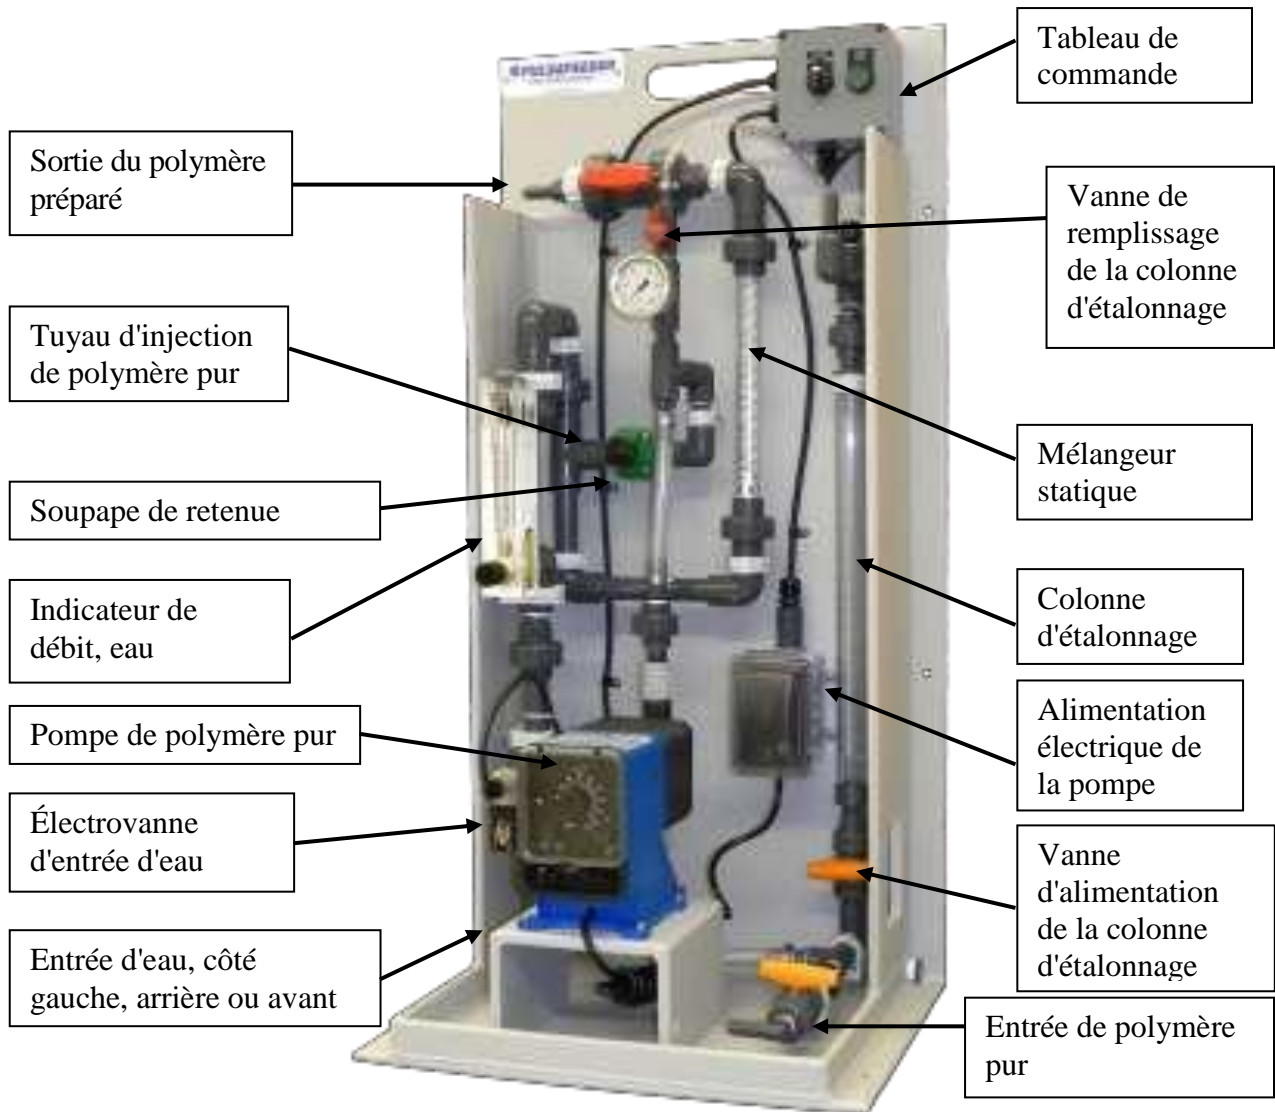

Figure 1
La figure 1 ci-dessous illustre un système de préparation de polymère par mélangeur statique, avec contrôle intégré. Notez les différents composants et leurs descriptions, qui s'appliquent à votre système.
Attachez fermement le tuyau de 3/4" x 1/2" diamètre x 10' longueur depuis la sortie de polymère préparé du système vers l'entrée de polymère préparé de la cuve journalière, sur les pointes de flexible avec les brides fournies ; reportez-vous à la Figure 1 de la page 6. Il est préférable de couper le tuyau à la longueur souhaitée avant de l'installer, et de s'assurer de soutenir correctement le tuyau sur toute la longueur, car son poids augmentera lorsqu'il sera rempli de polymère préparé.
Cette ligne connecte la source au polymère pur vers le système de préparation de polymère Pulsafeeder. Veuillez vous reporter à la Figure 1 page 6. La source de polymère pur doit être située au-dessus de la ligne médiane de la pompe (condition d'aspiration immergée) ; vérifiez que la ligne d'aspiration est en pente descendante graduelle depuis la cuve vers la connexion d'aspiration du skid. Ceci permet d'éviter la création de poches d'air dans la ligne d'aspiration, qui pourrait affecter le bon fonctionnement de la pompe. Prévoyez les éléments nécessaires pour faciliter la maintenance et l'exploitation, tels que des vannes d'isolation, un drain ou des connexions de vidange, etc., en vous assurant que ce sous-système permette une **OPÉRATION EN TOUTE SÉCURITÉ**.
Cette ligne connecte le système de préparation de polymère Pulsafeeder à votre procédé. Veuillez vous reporter à la Figure 1 page 6. Si le point d'injection est situé en-dessous de la source de dosage chimique ou si l'injection est faite dans une zone à faible pression telle que l'aspiration d'une pompe, une soupape de retenue / anti-siphon doit être mise en place aussi près que possible du point d'injection, afin d'éviter toute alimentation chimique non souhaitée. Prévoyez les éléments nécessaires pour faciliter la maintenance et l'exploitation, tels que des vannes d'isolation, un drain ou des connexions de vidange, etc., en vous assurant que ce sous-système permette une **OPÉRATION EN TOUTE SÉCURITÉ**.
• Ajustement du système - Reportez-vous à la Figure 1